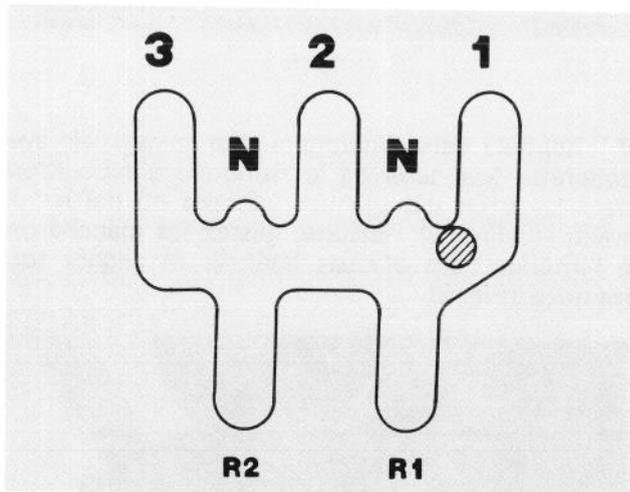

Figure 8
3. Passez le levier de commande des roues sur la bosse entre N et 1 (Fig. 8). Tenez le levier en position sur la bosse.